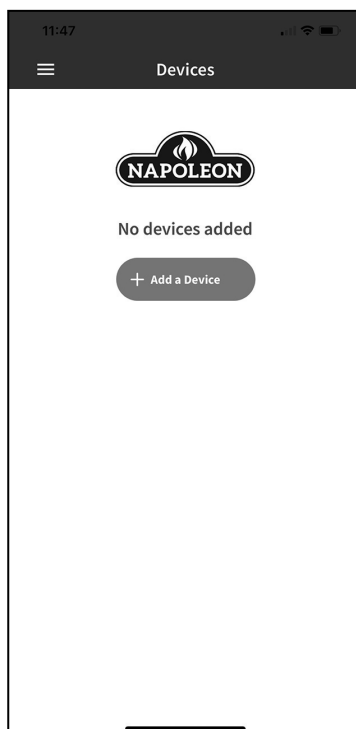

Fig. 16
4. Sélectionnez « Ajouter un appareil » et acceptez les autorisations (**fig. 16 et 17**).